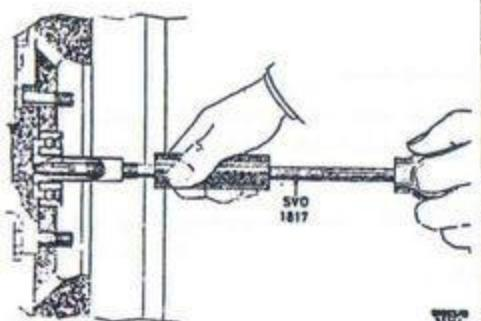

Bild 51. Demontering av kopplingsaxeins kullager.
- Avlägsna kullagret med hjälp av utdragare SVO 1817, se bild 51.